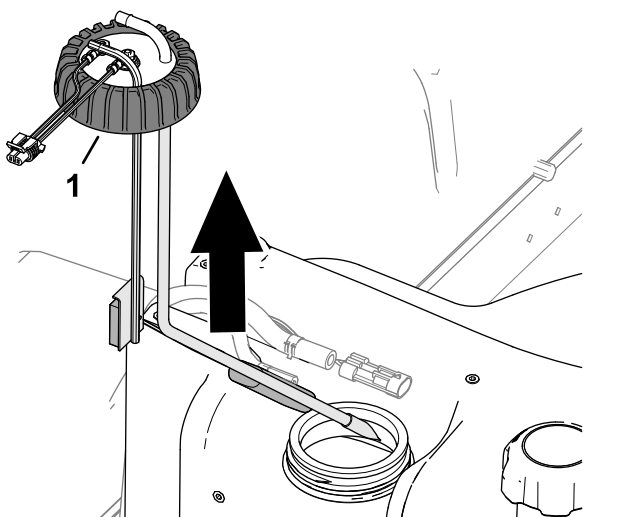

Рисунок 90
5. Ослабьте крышку датчика уровня топлива (Рисунок 90).